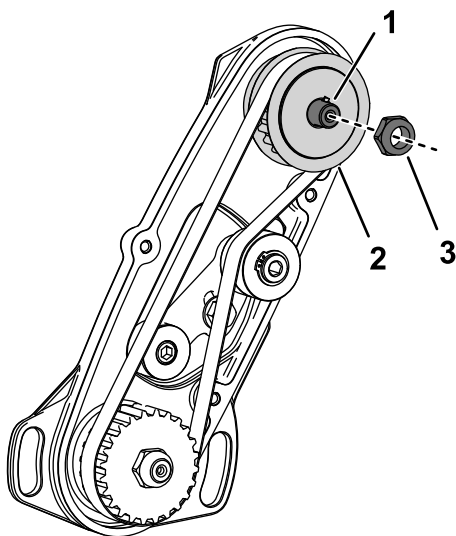

Figura 7
3. Enquanto segura a polia da transmissão para não se mover, retire a porta do eixo de transmissão do cilindro (Figura 7).